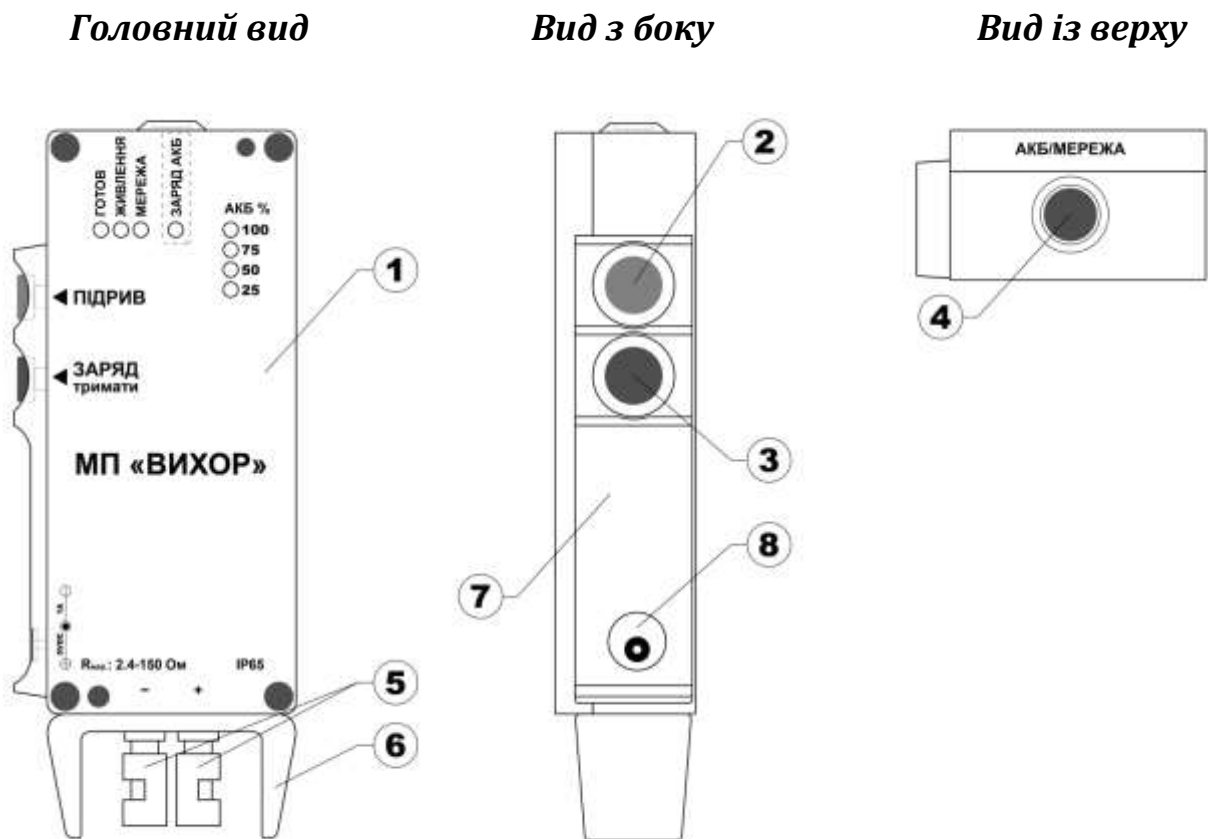

Рисунок. 2: Складові частини приладу
2.2. На нижньому торці приладу розташовані клемі для підключення електричного ланцюга вибухової мережі. Клемі захищені бампером. На передній кришці розташовані світлодіодні індикатори. На лівій боковій стороні знаходяться кнопки керування приладом – «ПІДРИВ» та «ЗАРЯД тримати». Також зліва розташований зарядний роз'єм. На верхньому торці розташована кнопка перевірки «АКБ/МЕРЕЖА». Складові частини приладу зображені на Рис. 2.